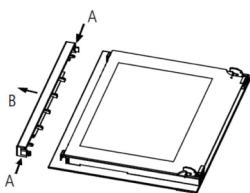

Fig. 3
1. Presione el botón (A) situado a la izquierda y a la derecha de la puerta y extraiga el riel superior. (Fig. 3)